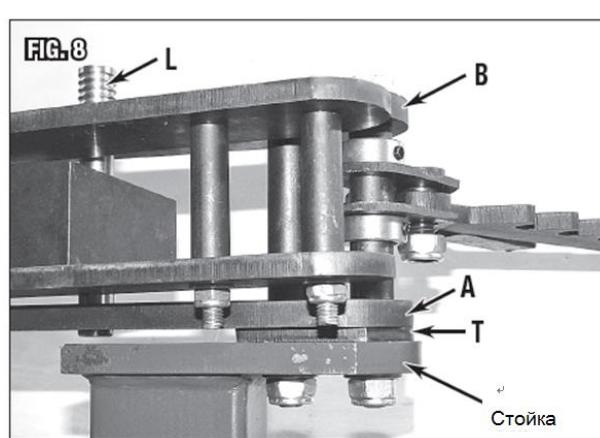

Рис. 8
- При монтаже, распорная пластина (T) должна быть расположена между нижней пластиной рамы (A) и монтажной поверхностью. Это необходимо для того, чтобы обеспечить полный проход направляющего штифта через пластины (Рис. 8).
- Проверка выравнивания: Временно вставить направляющий штифт (L) Ø7/8"x6-3/4" [Ø22x172 мм] в отверстия Ø22,5 в обеих пластинах рамы, чтобы выровнять их. Затянуть оба болта M12 и гайки затем снять направляющий штифт (Рис. 8).